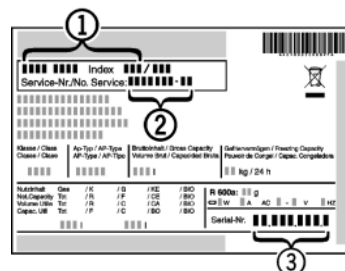

Fig. 10
- ▶ Relever la désignation de l'appareil *Fig. 10 (1)*, le n° de service *Fig. 10 (2)* et le n° de série *Fig. 10 (3)* sur la plaquette signalétique. Cette plaquette se trouve sur la paroi intérieure gauche de l'appareil.
- ▶ Informer le S.A.V. et lui communiquer la panne, la désignation de l'appareil *Fig. 10 (1)*, le n° de service *Fig. 10 (2)* et le n° de série *Fig. 10 (3)*.